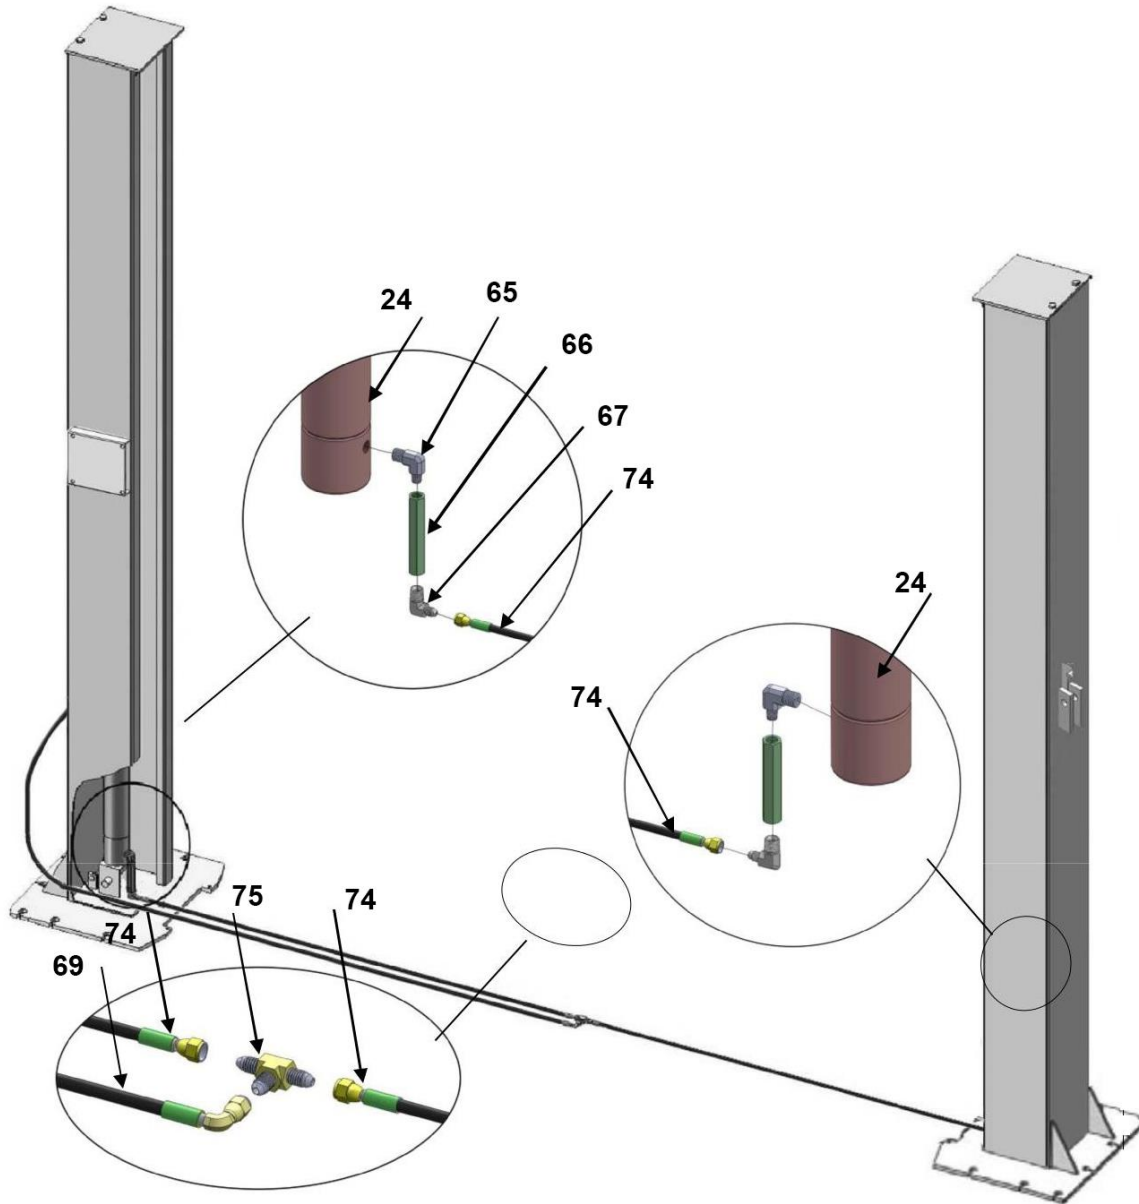

Рис. 18
1. Сборка гидравлических шлангов. (См Рис. 18)